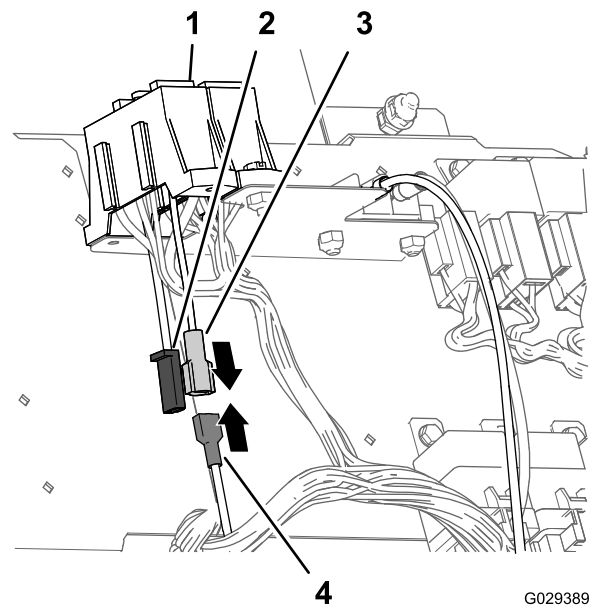

Figura 20
1. Para las máquinas que tengan el accesorio de conector de pala en el bloque de fusibles de la máquina, conecte el conector de pala del arnés de cables del kit de acabado a la toma del conector del bloque de fusibles de la máquina (Figura 20).